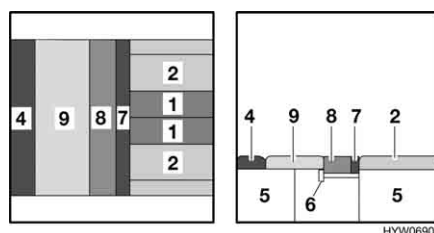

Fig. 98 Dopo la trasformazione
- Piazzare il cuscino aggiuntivo (Fig. 98,4) tra il cuscino del divano (Fig. 98,9) e la parete esterna.
- Appoggiare il cuscino dello schienale (Fig. 98,8) e il cuscino aggiuntivo (Fig. 98,7) sulle due prolunge dei cassoni letto.